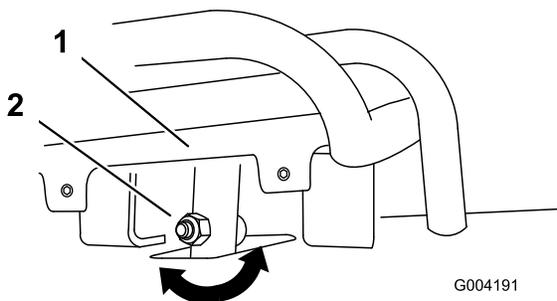
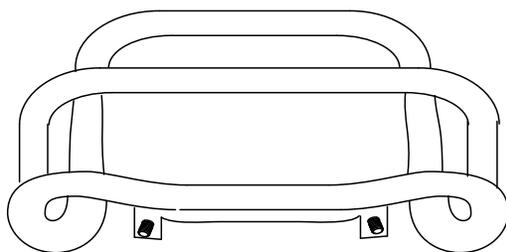

Figura 55
Figura 56
4. Se la parte anteriore del comando della trazione non rimane diritta e a filo con la barra di riferimento, allentate il dado flangiato e imbullonate lo stelo del comando della trazione (Figura 55).
5. Regolate il comando della trazione in modo che rimanga a filo con la barra di riferimento quando viene tirato all'indietro (Figura 55 e Figura 56).
- C. Allentate il dado flangiato e il bullone nello stelo del comando della trazione (Figura 55).
- I. Regolate il comando della trazione in modo che rimanga a filo con la barra di riferimento quando viene tirato all'indietro (Figura 55 e Figura 56).